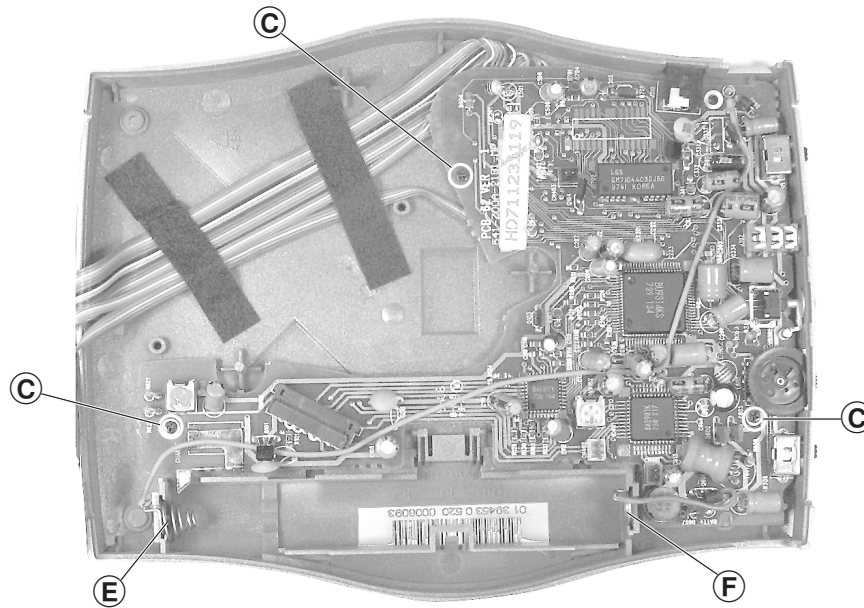

Fig. 6
- 3 Schrauben © (Fig. 6) herausdrehen.
- Batteriekontakte Ɛ und Ƒ (Fig. 6) aus dem Gehäuseunterteil herausziehen.
- Undo 3 screws © (Fig. 6).
- Pull out the battery contacts Ɛ and Ƒ (Fig. 6).